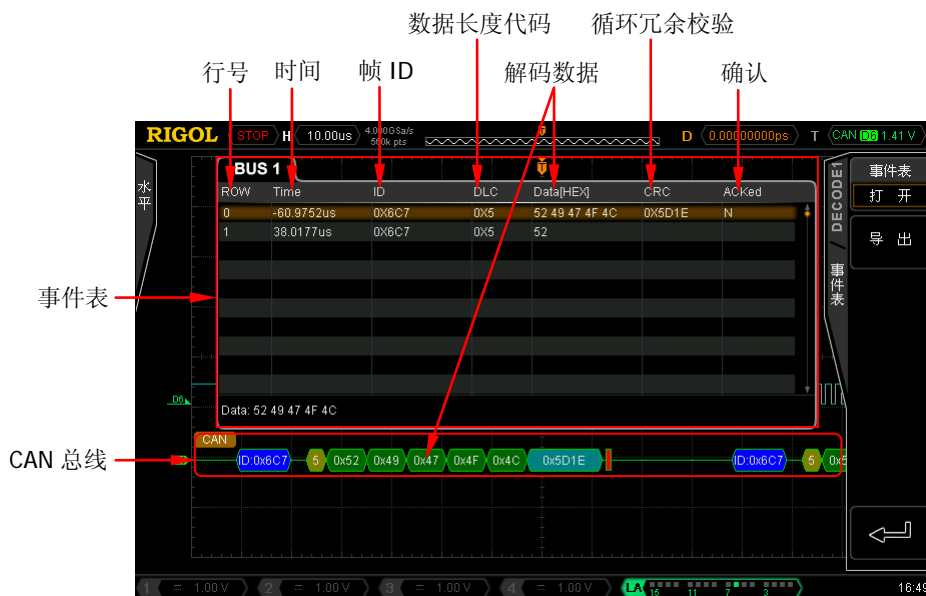

图 8-6 CAN 解码
按 **BUS 状态** 软键打开或关闭 Decode1 的显示。您也可以按 **Decode1** 软键切换当前 Decode1 显示的开/关状态。打开总线显示时，如图 8-6 所示。
1) 按 **事件表** 软键打开或关闭事件表。事件表打开时, 如图 8-6 所示。